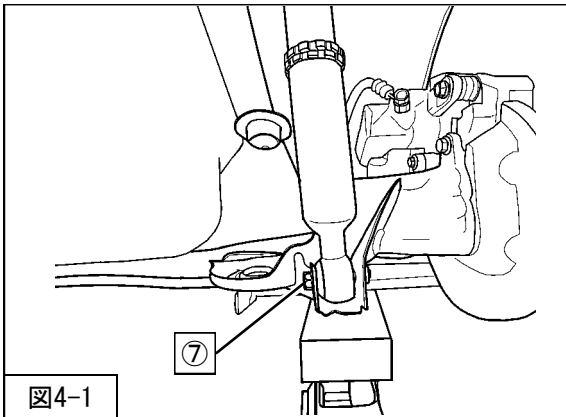

図4-1
⑦リアショックアブソーバASSYロア取付ボルトを仮締めしてください。（図4-1）